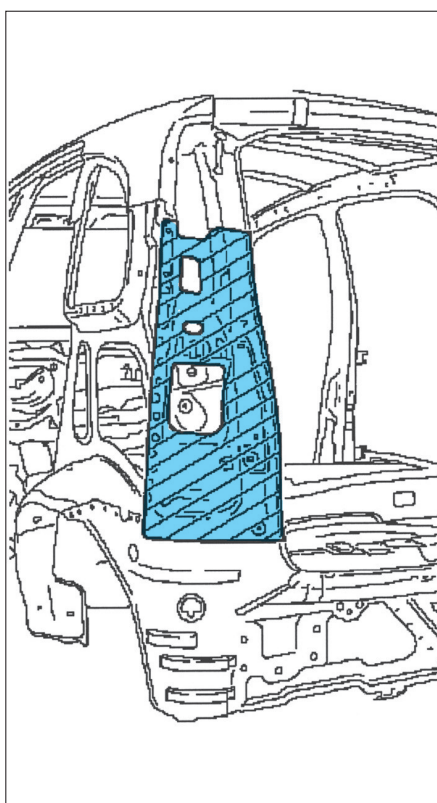

FIG. 60
- Déposer par perçage la tôle de feu arrière (Fig. 60).